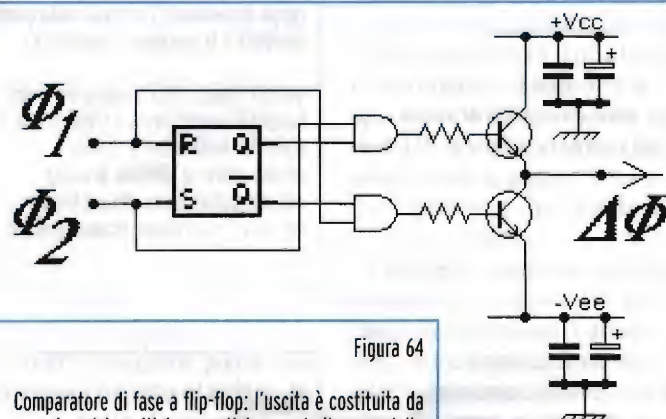

Figura 64
- un poco meno economico, ma di prestazioni decisamente superiori, è il comparatore a flip-flop (Figura 64), che di solito ha tre possibili stati in uscita: tensione alta, se la fase del VCO ritarda, tensione bassa se la fase del VCO precede, alta impedenza se la fase è giusta. Con questo tipo di comparatore l'errore di fase del PLL è nullo, ma il segnale di correzione è costituito da brevi impulsi positivi e negativi che causano un allargamento spettrale del VCO, per cui il PLL risul-